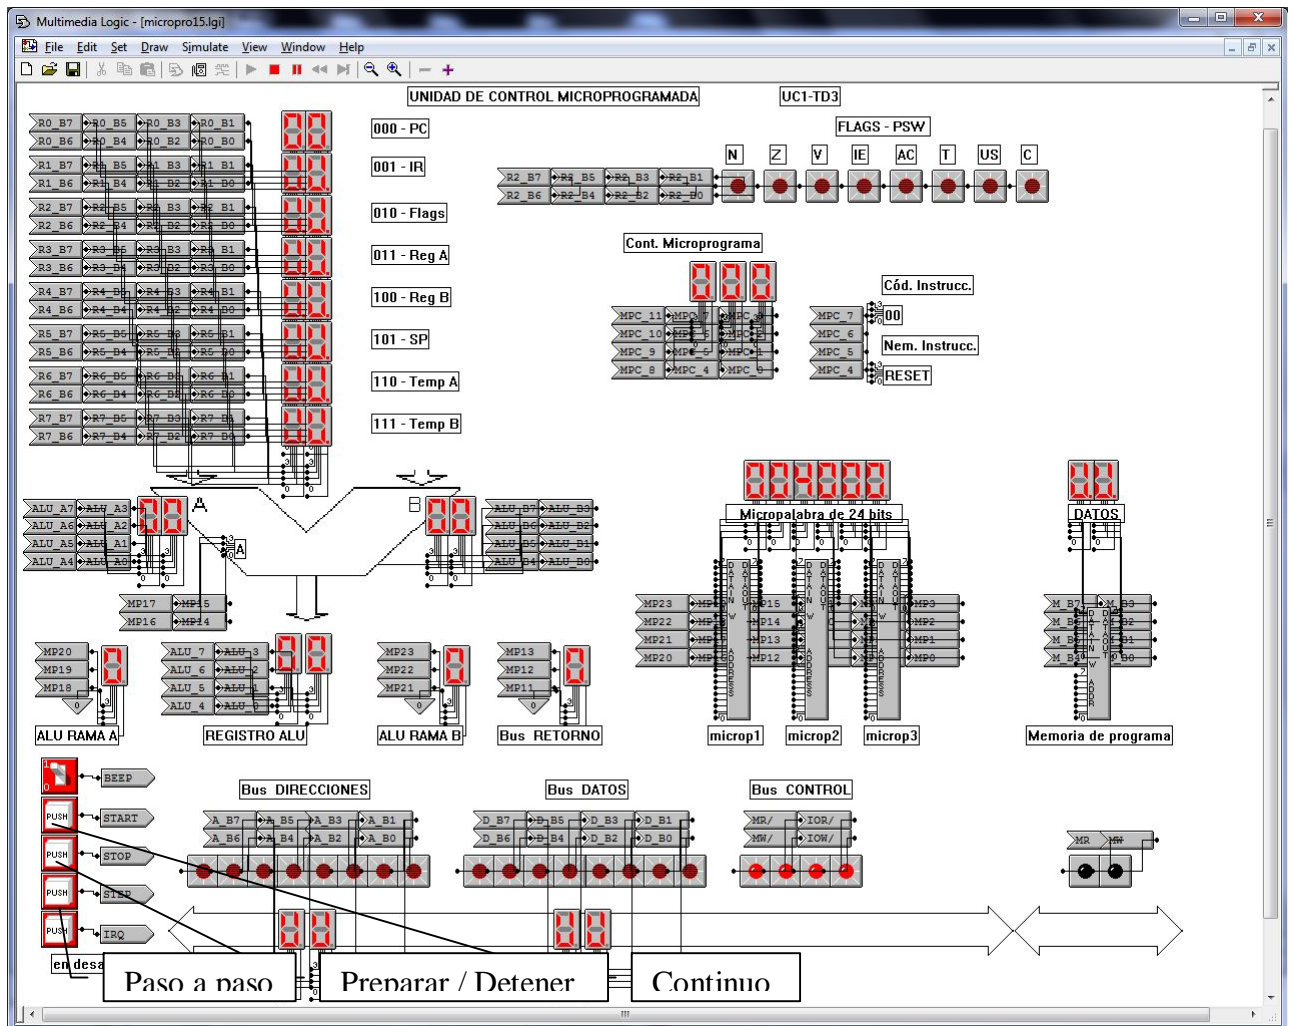

Figura A1 – Panel de control del simulador
**Oprimir** la flecha verde para iniciar el simulador. Luego **oprimir** el pulsador **STOP** para preparar el circuito. La página inicial debe quedar como muestra la figura A1.